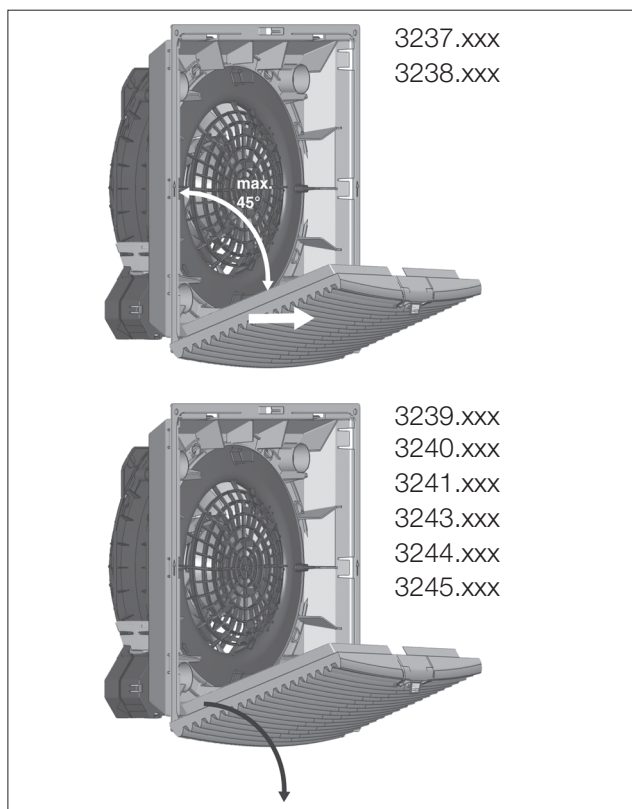

Imagen 2: Desmontar la rejilla
- Para realizar los taladros inferiores, debe retirarse la rejilla según se muestra en la imagen 2.